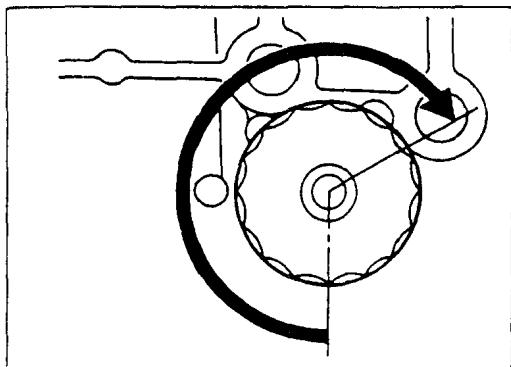

图 1-22
(3) 旋上油滤芯，直至感到有轻微阻力，然后再拧紧 2/3 圈，见图 1-22。